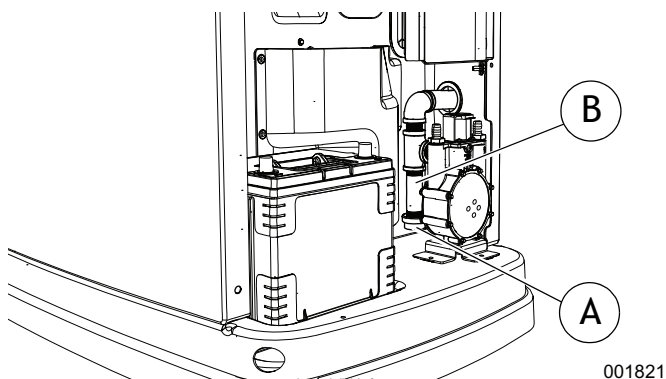

Рисунок 4-7. Очистка шламовой ловушки
5. См. *Рисунок 4-7*. Откройте и снимите крышку (А).